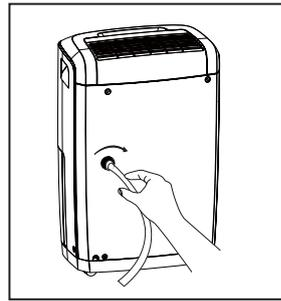

fig. 3
- Atornille la manguera de jardín en la parte roscada del conector de drenaje. (fig.3)